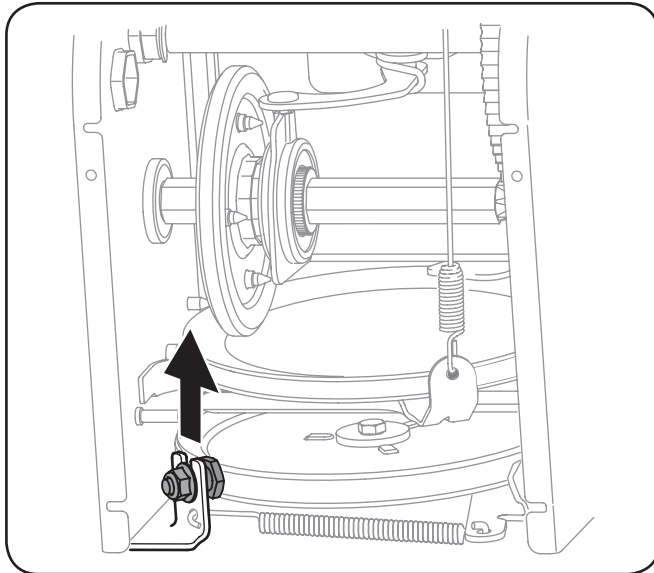

Figure 7-5
7. Desserrez et retirez le boulon à épaulement qui sert de garde-courroie. Voir Figure 7-5.